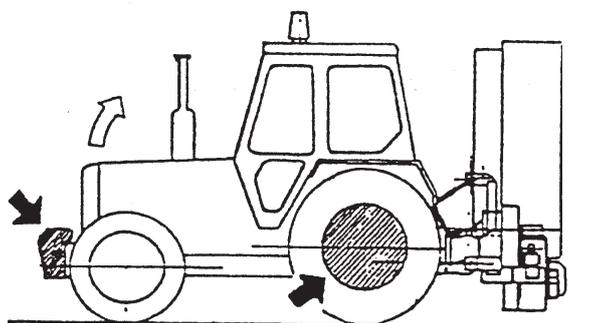

Fig. 16
- Das hintere Rad des Trägerfahrzeugs, das dem ausgestreckten Arm entgegen gesetzt ist, beschweren und vorne beschweren (FIG. 16).